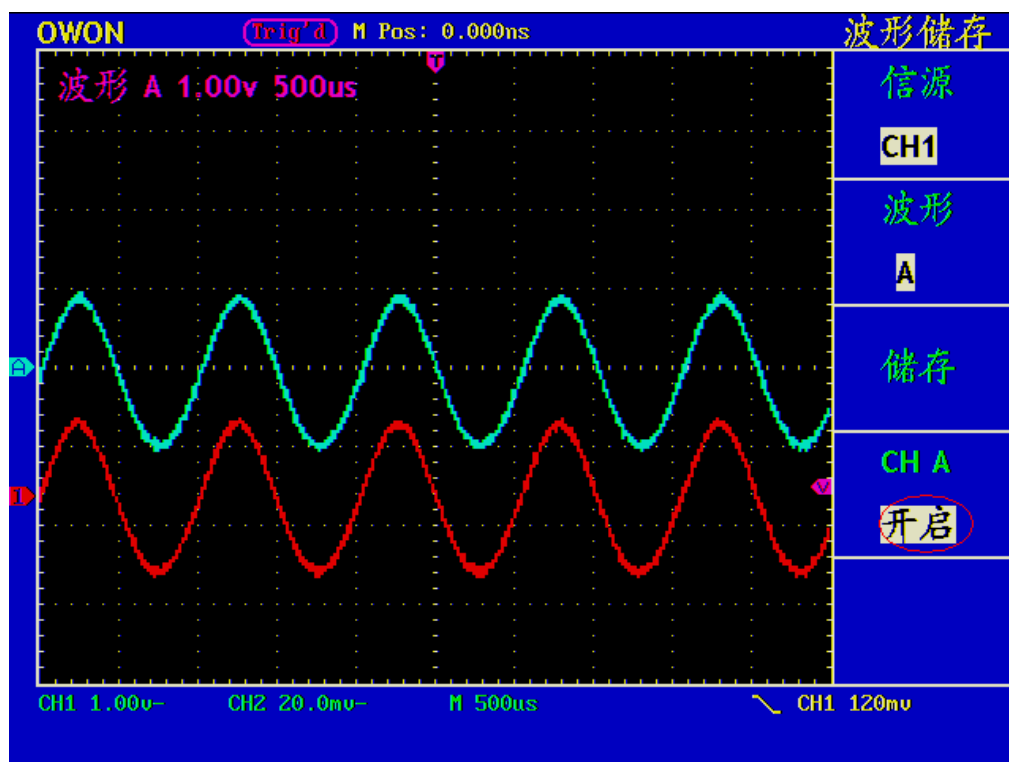

图45：波形储存
- 4、按 **F4** 菜单选择键，选择CHA为 **开启**，存储的波形A就显示在屏幕中。显示区的左上角同时显示波形A的电压档位和时基档位。见图45：